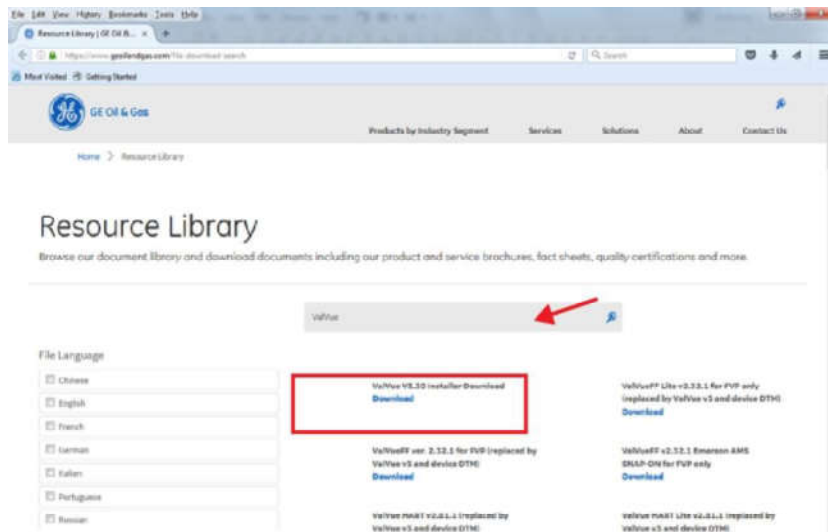

Рис. 9. Центр загрузки: Поиск ValVue
1. Зайти в библиотеку ресурсов (<https://www.geoilandgas.com/file-download-search>) и ввести ValVue в строку поиска (стрелка на Рис. 9).
Появятся результаты (красный прямоугольник на Рис. 9).